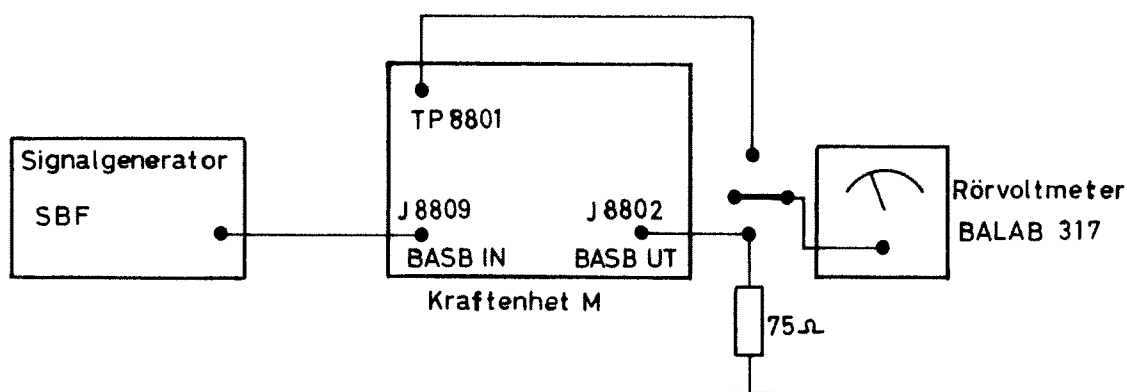

Bild 12.
- 4.12.31 Uppkoppling enligt bild 12.